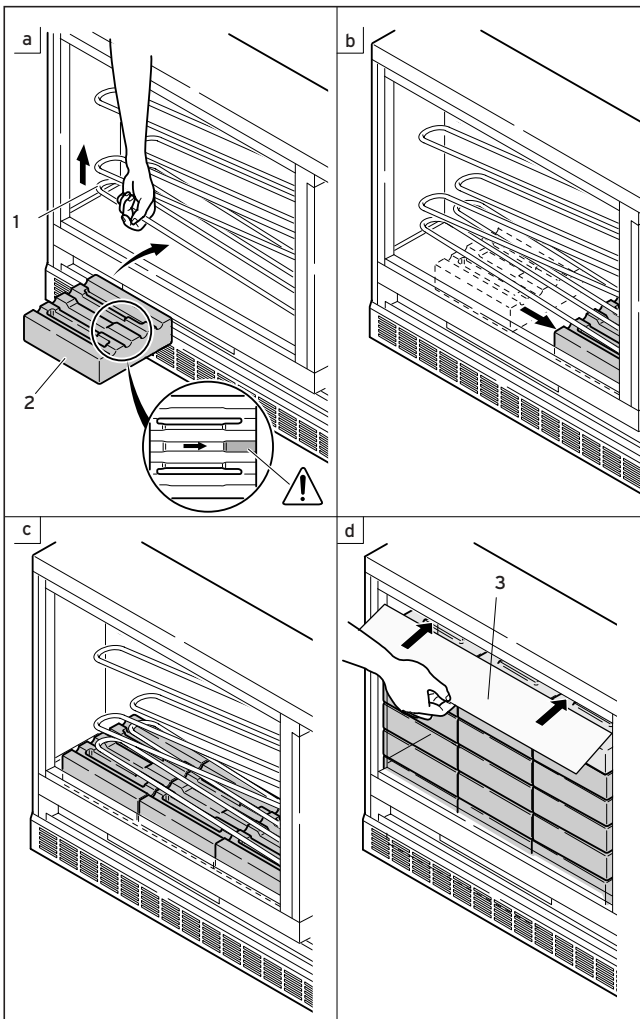

Abb. 4.4 Montage des Speicherkerns
- Legen Sie den ersten Kernstein (2) mit der Heizstabmulde nach oben in einigem Abstand zur rechten Wärmedämmung unter den Heizkörper und schieben ihn an die rechte sowie hintere Wärmedämmung heran (Abb. 4.4 b).
Schieben Sie abschließend das aus dem Innenraum entnommene Abdeckblech (3, Abb. 4.4 d) über die oberen Speichersteine.